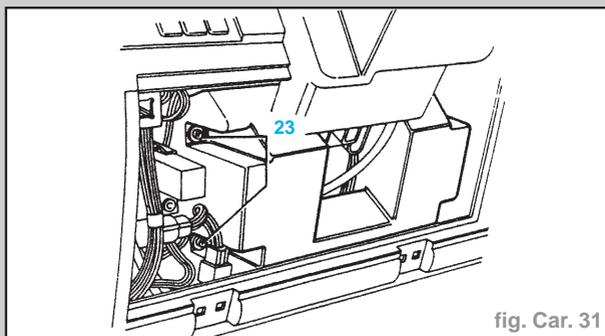

fig. Car. 31
- Déposer les 4 boulons de fixation de la planche de bord aux supports inférieurs latéraux (22).
- Dévisser les 4 vis et déposer les 2 bourrelets de protection des genoux sous la colonne de direction (23) (Fig. Car. 31).